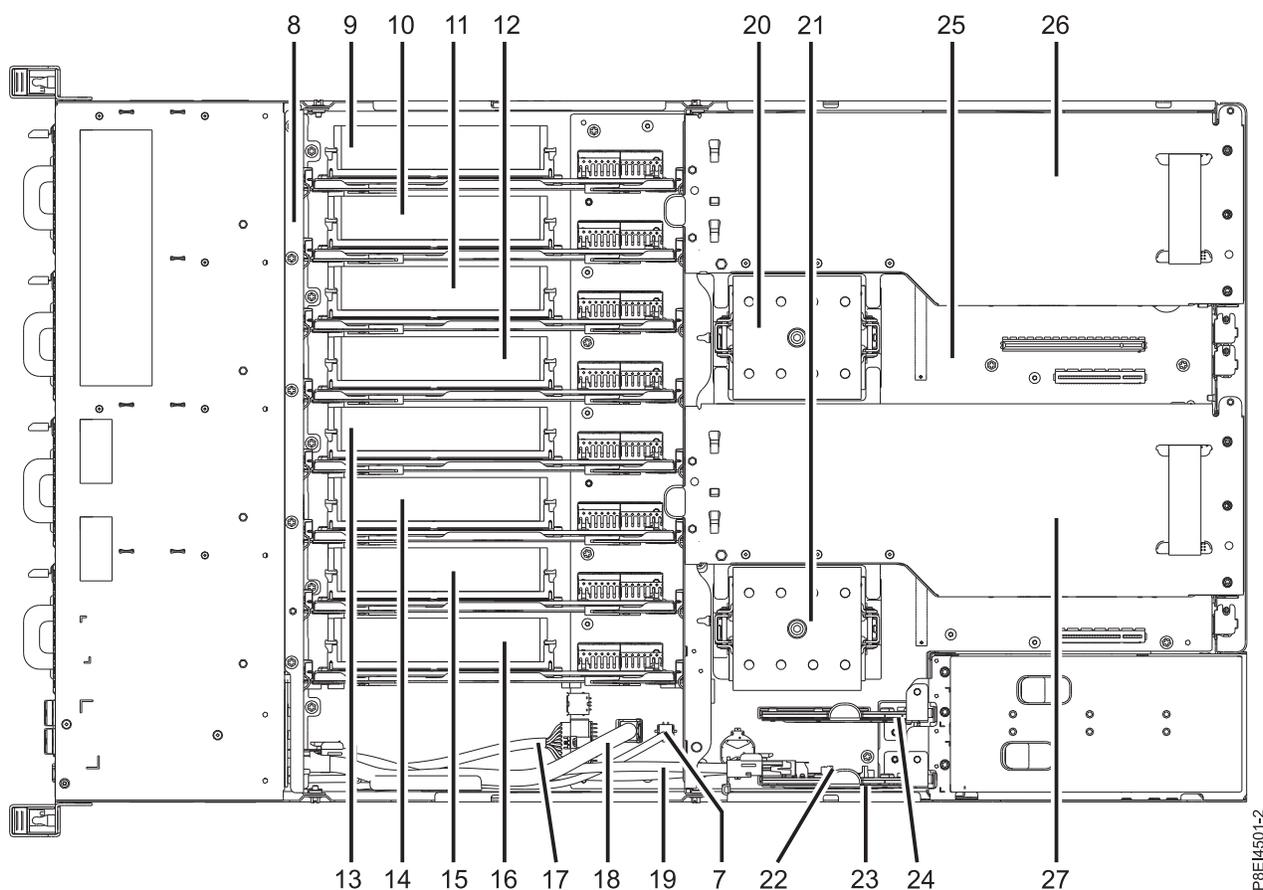
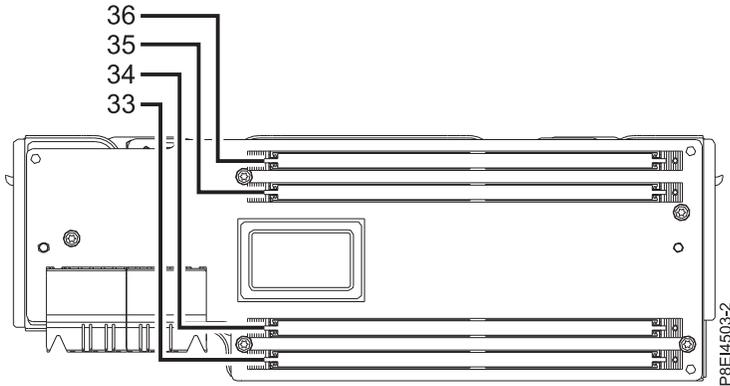

図 86. メモリー・ライザーの位置 (位置 9 から 16)
図 87. ライザー上のメモリー DIMM スロットの位置 (位置 33 から 36)
2. 障害のあるメモリー DIMM を収容するメモリー・ライザーを見つけます。図 86 は 8335-GTB システム内のメモリー・ライザーの位置を示し、76 ページの図 87 はライザー上の DIMM スロットの位置を示しています。